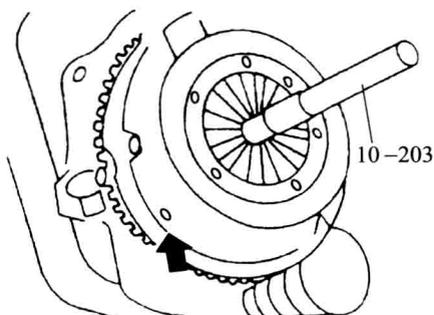

图 1—4 定位离合器的从动盘
- (1) 用专用工具 10-201 将飞轮固定。
- (2) 如图 1—4 所示, 用专用工具 10-203, 将离合器从动盘定位于飞轮和压盘中心。
- (3) 装上紧固螺栓, 并用 $25\text{N}\cdot\text{m}$ 的力矩对角拧紧螺栓。